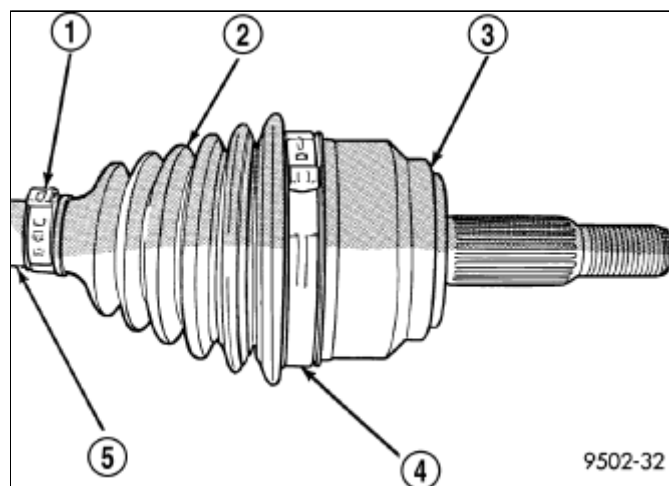

图 1 外部CV万向节密封防尘罩卡箍
2. 拆下将CV万向节密封防尘罩固定到CV万向节外壳（3）的大防尘罩夹（4）（图 1），并废弃。然后拆下将外部CV万向节密封防尘罩固定到互连轴（5）的小夹子（1），并废弃。从外CV万向节外壳卸下密封防尘罩（2），并将其从互连轴上滑下。